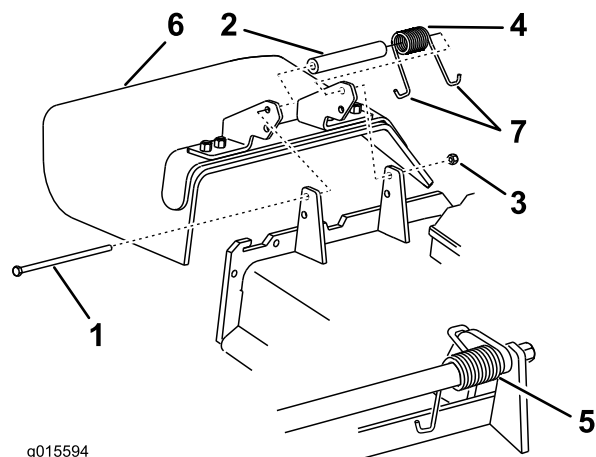

Figure 88
- Remarque:** Prenez soin de placer une extrémité en **J** du ressort derrière le bord du tablier avant de mettre le boulon en place, comme illustré à la Figure 88.
- Remettez le boulon et l'écrou. Accrochez l'extrémité en **J** du ressort au déflecteur d'herbe (Figure 88).
- Retirez le contre-écrou, le boulon, le ressort et l'entretoise qui fixent le déflecteur aux supports de pivot (Figure 88). Enlevez le déflecteur s'il est endommagé ou usé.